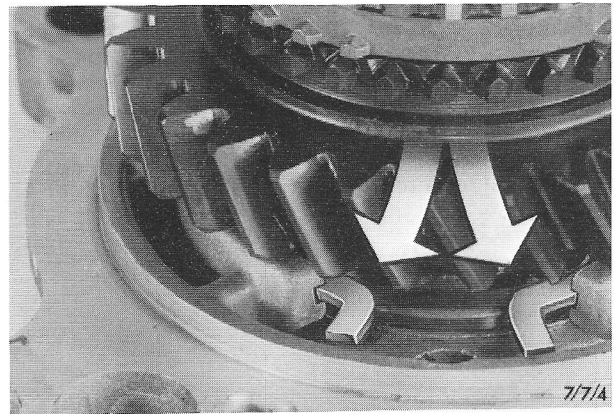

Fig.144 Borgveer in groef van staartstuk drukken.
32. Verwarm het staartstuk in heet water en schuif het op de hoofdas. Monteer de borgveer, die los op de hoofdas hing, in de groef in het staartstuk (fig.144).